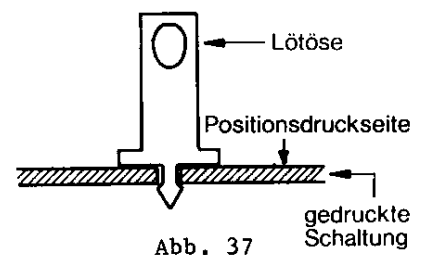

Abb. 37
4. Die Lötösen werden mit einer Flachzange von der Positionsdrukseite in die mit Ziffer 1 - 4 bezeichneten Löcher der gedruckten Schaltung gesteckt (Abb. 37) und mit den Kupferbahnen verlötet. Diese Lötösen sind die Verbindungen zwischen der gedruckten Schaltung und den Drahtanschlüssen.